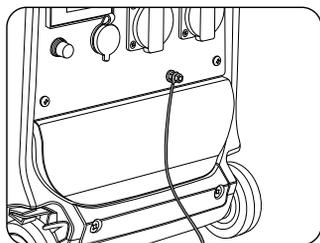

рис. 11
Заземляющий кабель присоединять только к клемме (16) на передней панели генератора. (рис. 11)